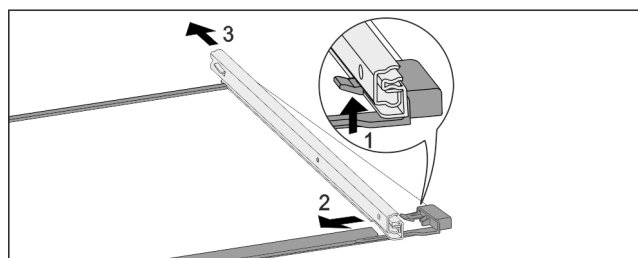

Fig. 150 Tablette en verre avec rails
- ▶ Pousser le crochet d'enclenchement avant vers le bas. Fig. 150 (1)
- ▶ Pousser le rail télescopique vers le côté Fig. 150 (2) et vers l'arrière Fig. 150 (3).